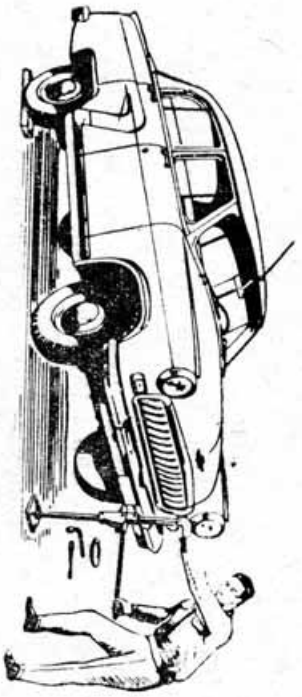

Рис. 9. Подъем автомобиля домкратом.
**Домкрат** имеет отдельную площадку и отдельную ручку. При слабом грунте подкладывайте под площадку домкрата снизу доску. Перед подъемом автомобиль поставьте на ручной тормоз, включите первую передачу и обязательно поставьте под колеса диаметрально противоположной стороны клинья. Не поднимайте автомобиль домкратом слишком высоко, так как при этом ухудшается устойчивость. Досаточно поднимать на столыко, чтобы шина оторвалась от земли не более чем на 40 мм (рис. 9).